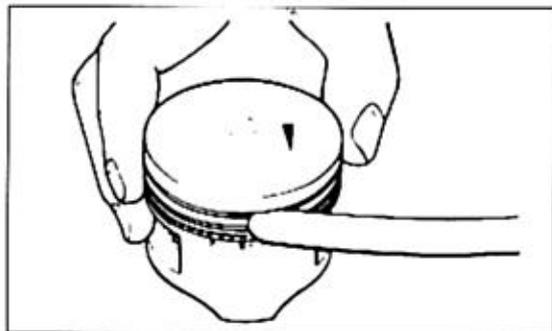

Bild 121
- Nach Entlüften des Stößels in frischem Petroleum, Stößel mit Fingern zusammendrücken und prüfen, ob Hub 0 bis 0,5 mm beträgt (Bild 121). Falls Hub grösser, wieder entlüften und prüfen. Falls immer noch nicht innerhalb der Spezifikation, Stößel ersetzen.